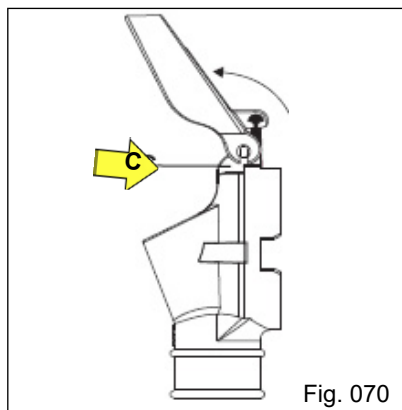

Fig. 070
- b) Introduza a tampa até o final do canal e faça o giro da mesma (Fig. 070), observando a mesma posição nos dois lados dos pinos do bocal. Após gire até o Batente "X" da face superior do bocal (Fig. 071).